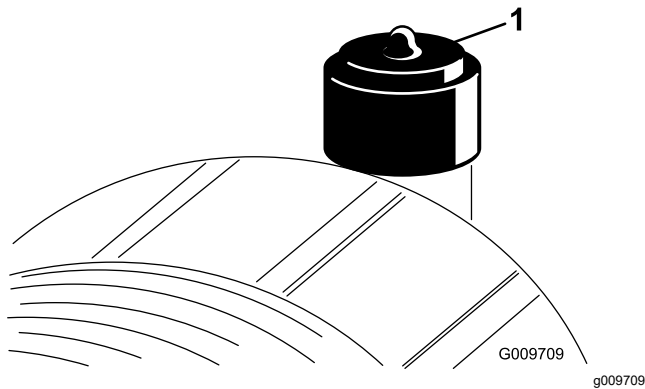

Figura 81
Revise el filtro del limpiador de aire únicamente cuando el indicador de mantenimiento (Figura 81) lo requiera. El cambiar el filtro antes de que sea necesario sólo aumenta la posibilidad de que entre suciedad en el motor al retirar el filtro.
2. Reinicie el indicador (Figura 81) si se ve rojo.